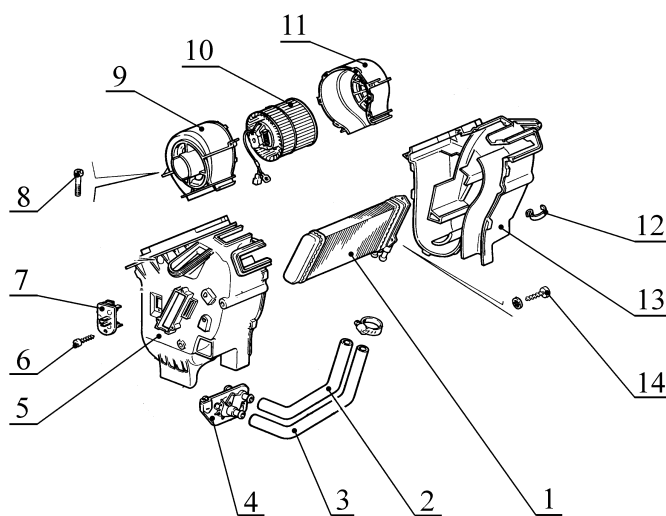

Рис.2. Детали отопителя:
4.3 Отвернуть два винта 8, рис.2, снять с отопителя электровентилятор 10 с кожухами 9 и 11 в сборе (отвертка крестообразная).